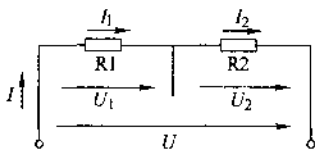

图 1—7 电阻的串联
(1) 电阻的串联电路。把两个或两个以上电阻依次连接，组成一条无分支电路，这样的连接方式叫做电阻的串联，如图 1—7 所示。